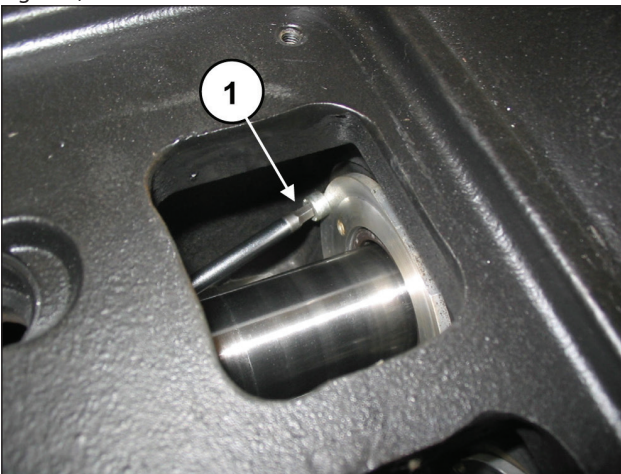

Fig. 162
Dévisser les deux vis de blocage du carter d'huile (rep. ①, Fig. 162).